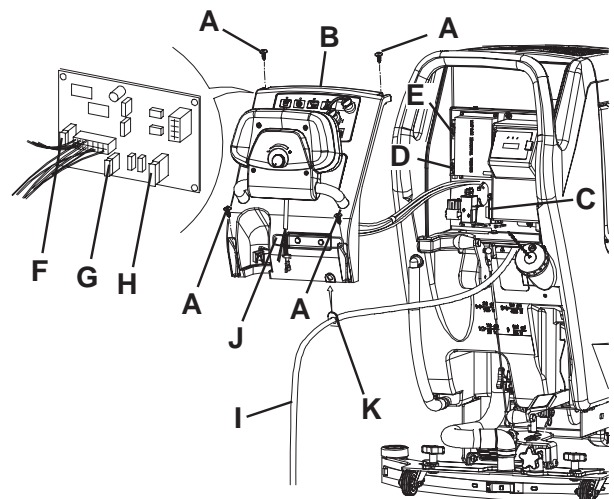

Abbildung 10
1. Der Verbinder von den Batterien (12) lösen.
2. Das Ablassrohr des Sammelwassers (16) versetzen.
3. Falls erforderlich, das Kabel des Ladegerätes (I, Abb. 10) vom Halter (J) entfernen.
4. Die Schrauben (A) entfernen und vorsichtig die Tafel (B) versetzen durch das kleine Gummi (K) von dem betreffenden Tafelsitz (B) zu entfernen.
- (C) Sicherung F1, Bürstenkopf: (40 A)
- (D) Sicherung F2, Ansauganlage: (30 A)
- (E) Sicherung F3, Antriebsanlage: (30 A) (*)
- (F) Sicherung F4, Signalkreise: (3 A)
- (G) Sicherung F5, Freigabe Bürsten/Padhalter: (20 A) (*)
- (H) Sicherung F6, Pumpen: (3 A) (*)